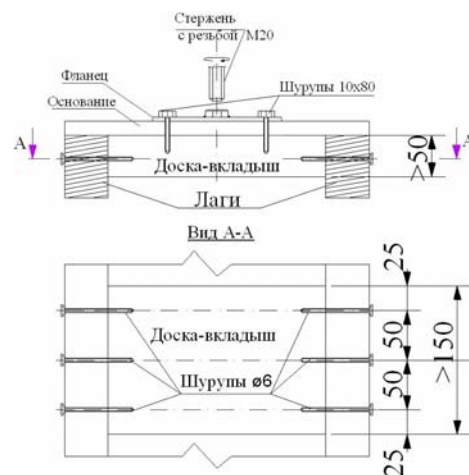

Рис. 1
2. В местах расположения центров тумб, под основанием, установите в распор между лагами доски-вкладыши с сечением не менее 50х150мм, если толщина настила менее 70мм. (См. Рис.1)